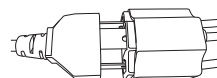

Figura 9
- Conecte el conector de alimentación como se muestra en la figura 9.